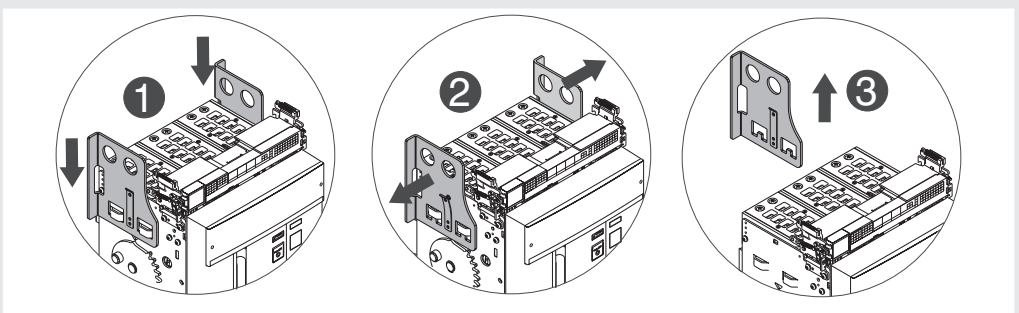

Figura 40
5. Sganciare la linguetta e togliere dalla parte mobile le piastre di sollevamento. Vedi Figura 40.